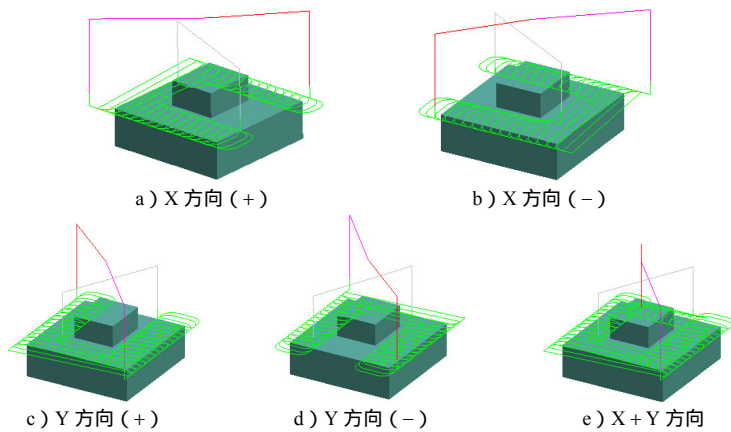

图 7-61 加工方向
- 【加工方向】 加工方向的设定有五种选择，如图 7-61 所示。